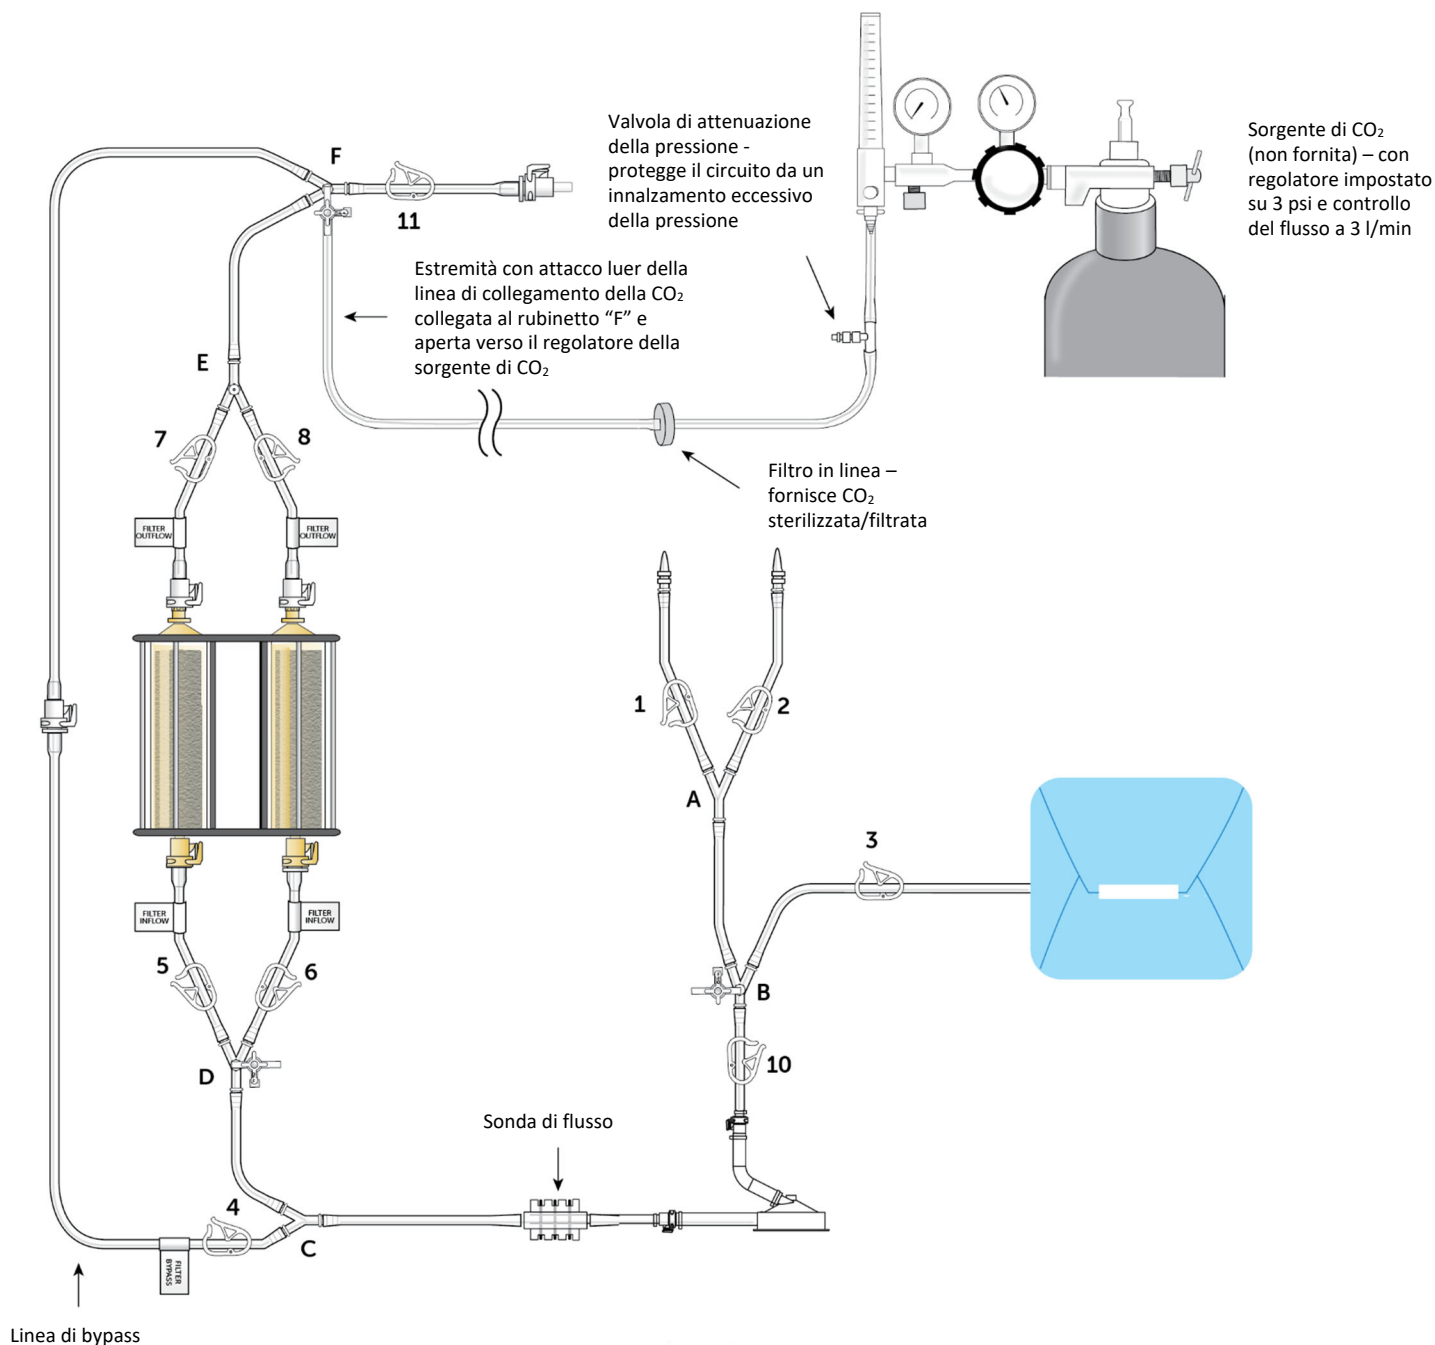

Figura 12
- Chiudere il morsetto dell'uscita (11), applicare la linea di collegamento della CO₂ al rubinetto "F" e, infine, aprire quest'ultimo (vedere la Figura 12).